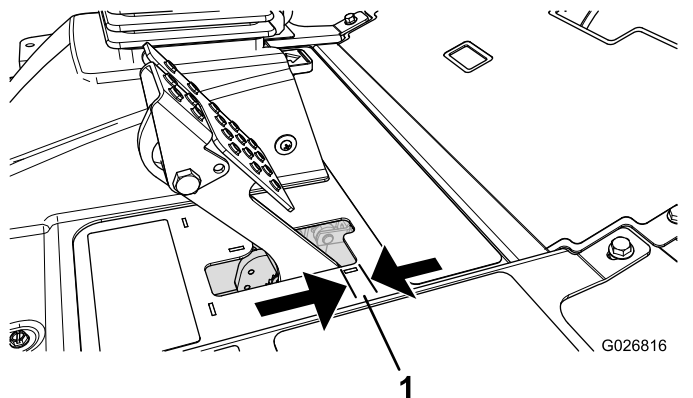

Figura 95
Regolate i freni se il pedale ha un "gioco" superiore a 2,5 cm o quando è necessaria maggiore forza di tenuta (Figura 95). Per gioco s'intende la distanza che il pedale percorre prima che si avverta la resistenza della frenata.
2. Serrate il dado posteriore per spostare indietro il cavo, finché i pedali del freno non hanno un gioco compreso tra 0,63 e 1,27 cm, prima che la ruota si blocchi (Figura 95).